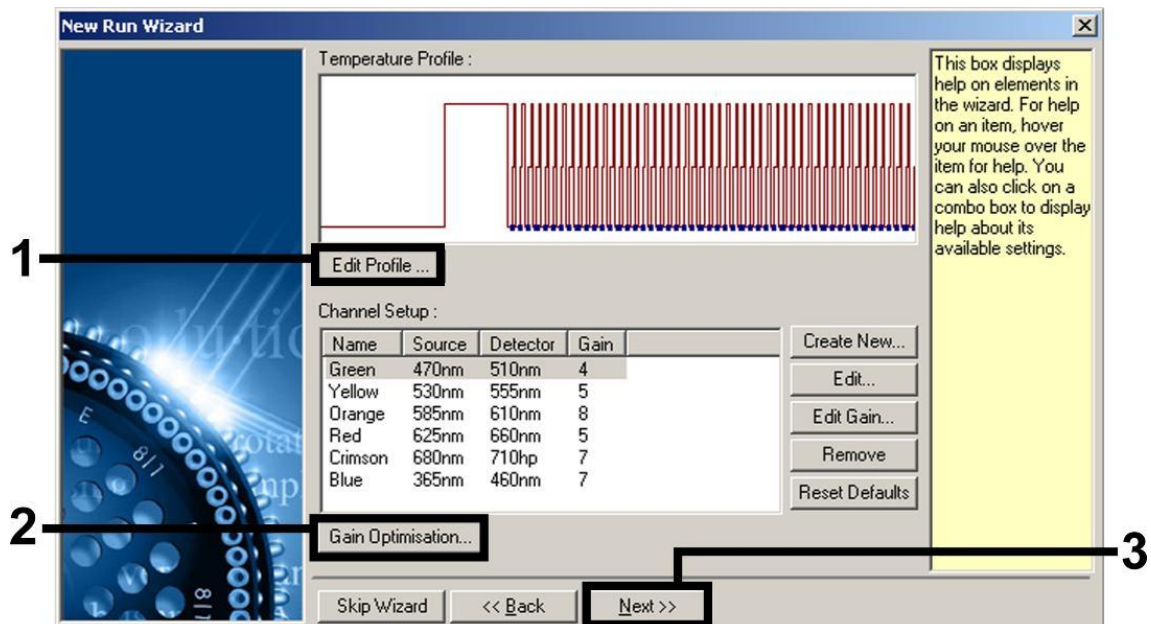

Figura 5. Edición del perfil.
8. Haga clic en el botón "Edit Profile" (Editar perfil) en el siguiente cuadro de diálogo "New Run Wizard" (figura 5) y programe el perfil de temperatura tal como se muestra en las figuras 6-7.